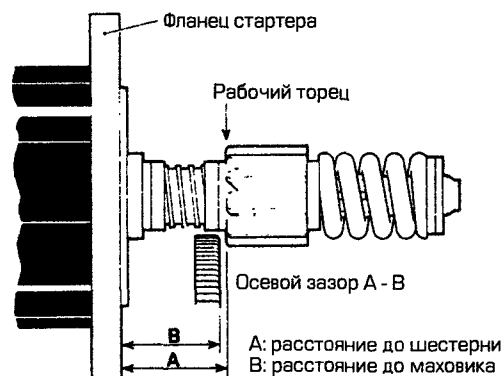

Рис. 4.20. Осовой зезор между зубчатыми венцами
Шестерня стартера должна быть установлена относительно зубчатого венца маховика на минимальном расстоянии, чтобы быстро входить в зацепление. На рис. 4.20 показан осевой зазор между зубчатыми венцами шестерни и маховика, который для стартеров фирмы Лусаа составляет:
- От рабочего торца шестерни до фланца стартера (размер А на рис. 4.20).